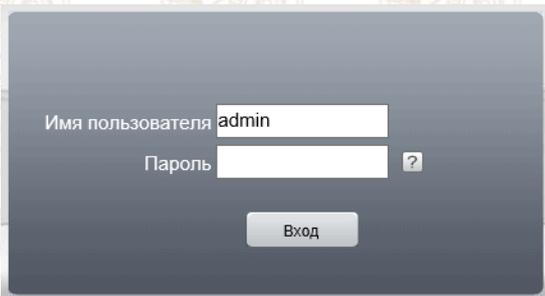
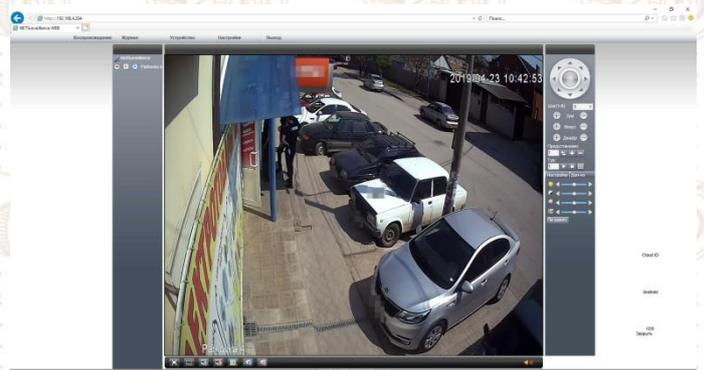

Рис.3 Поле авторизации
Рис.4 WEB-интерфейс видекамеры
- после успешной установки компонента будет приложено пройти авторизацию(Рис.3). По умолчанию имя пользователя: “admin”, значение пароля остается пустым. После успешной авторизации Вы перейдете в интерфейс камеры(Рис.4)